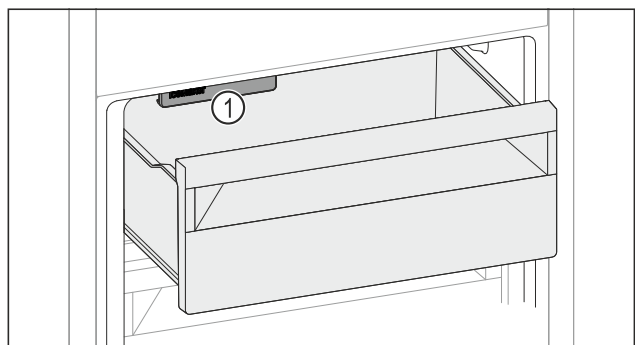

Fig. 101
- ▶ Учитывайте IceMaker Fig. 101 (1).